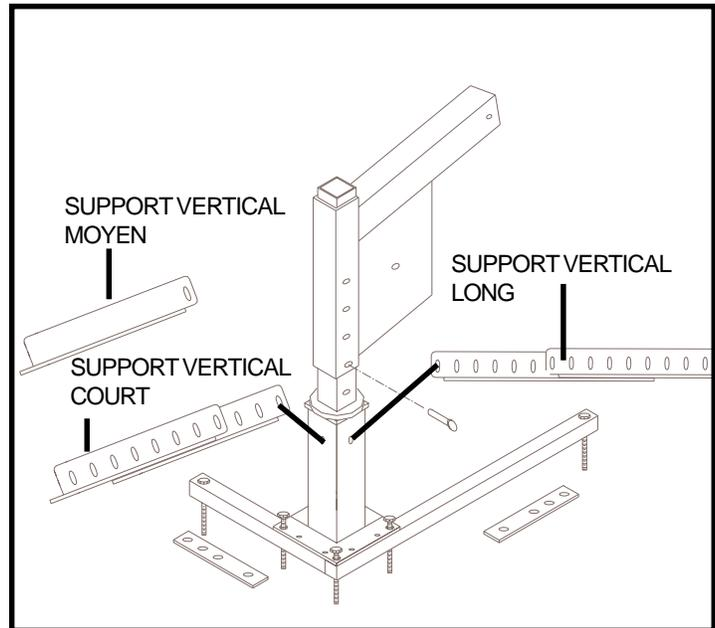

FIGURE 6.
Voir la figure 6.
- Utilisez un boulon 5/16 po X 5/8 po et un écrou pour fixer une extrémité d'un support dans un trou d'attache sur le haut de la base, parallèle à la base-L. **Voir la figure 6.**